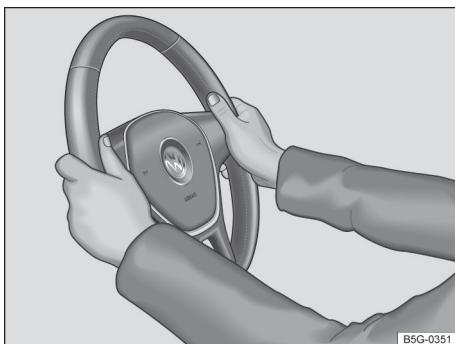

Fig. 57 No volante: posição das nove e três horas.
- Ajustar o volante de forma que possa ser segurado lateralmente com ambas as mãos, com os braços ligeiramente arqueados, na borda externa, na posição das nove e três horas → **Fig. 57**.
- Durante a condução, sempre segurar o volante com ambas as mãos lateralmente na borda externa (na posição das nove e três horas → Fig. 57) para reduzir ferimentos causados por um possível acionamento do airbag frontal do condutor.